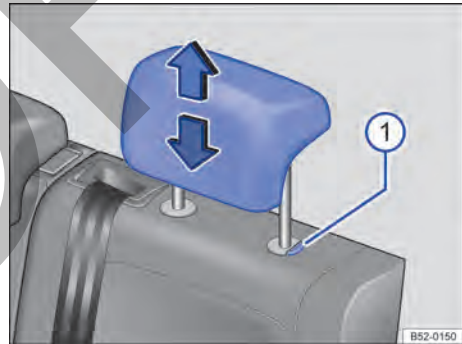

Fig. 67 Apoyacabezas trasero: ajustar.
- Mover el apoyacabezas hacia arriba o hacia abajo, en el sentido de la flecha, presionando el botón → fig. 67 ①. → ▲ en *Introducción al tema* de la pág. 80